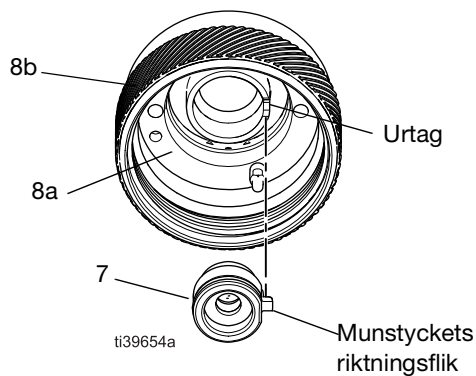

FIG. 7: Montering av sprutmunstycke och luftmunstycke (bakifrån)
3. Ta bort luftmunstycket (8) och sprutmunstycket (7).
4. Montera sprutmunstycket (7) i luftmunstycket (8a) med munstyckets riktningflik i spåret på luftmunstycket. Se FIG. 7.